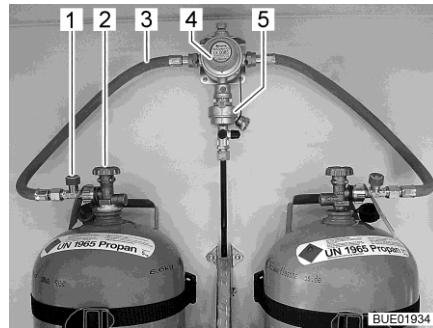
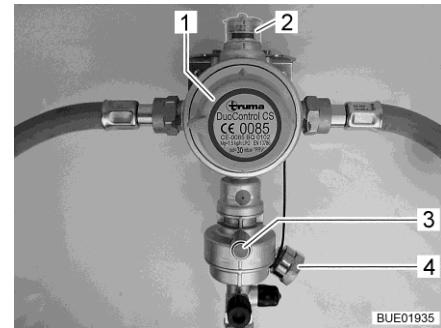
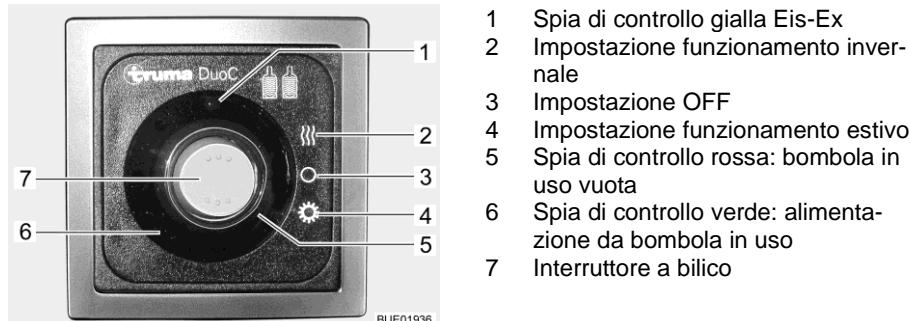

Fig. 94 Bombole del gas con Duo-Control
Fig. 95 Impianto di regolazione Duo-Control
Fig. 96 Centralina di controllo (DuoControl)
L'impianto di regolazione DuoControl consiste in una valvola di commutazione (Fig. 94,4) e un sensore crash (Fig. 94,5). L'impianto di regolazione DuoControl è installato tra i tubi flessibili del gas (Fig. 94,3) con un dispositivo antirottura del tubo flessibile (Fig. 94,1). Con la manopola (Fig. 95,1) sulla valvola di commutazione è possibile stabilire quale delle bombole del gas viene utilizzata come bombola in uso e quale come bombola di riserva. Nella finestra di controllo (Fig. 95,2) viene visualizzato lo stato del rifornimento di gas:
Il funzionamento con una sola bombola del gas è consentito, ma in questi casi il collegamento aperto deve essere assolutamente chiuso con una copertura cieca (Fig. 95,4).
Il sensore crash blocca l'alimentazione del gas in caso di forti vibrazioni (es. incidente). Il sensore crash viene azionato mediante pressione del tasto reset verde (Fig. 95,3).
Il dispositivo antirottura del tubo flessibile (Fig. 94,1) blocca il flusso di gas quando il tubo flessibile collegato si rompe. Il dispositivo antirottura del tubo flessibile deve essere attivato premendo il tasto verde.
Tramite la centralina di controllo (Fig. 96) è possibile attivare e disattivare l'alimentazione del gas tramite l'impianto di regolazione DuoControl. Le valvole principali di arresto (Fig. 94,2) delle bombole del gas e i rubinetti di arresto del gas degli apparecchi devono essere aperti manualmente.
È possibile passare dal funzionamento estivo a quello invernale tramite l'interruttore a bilico (Fig. 96,7) della centralina di controllo.
Le due spie di controllo sulla centralina di controllo indicano il livello di riempimento della bombola in uso. Quando la spia di controllo verde (Fig. 96,6) è accesa, la bombola in uso è sufficientemente piena. Se è accesa la spia di controllo rossa (Fig. 96,5), la bombola in uso è vuota. Il rifornimento di gas avviene poi tramite la bombola di riserva.
- Con la manopola (Fig. 95,1) sulla valvola di commutazione selezionare la bombola del gas, da cui proviene la principale alimentazione del gas (bombola in uso). Girare la manopola fino all'arresto.
- Aprire le valvole principali di arresto (Fig. 94,2) delle bombole del gas.
- Premere il tasto verde del dispositivo antirottura del tubo flessibile (Fig. 94,1). Nella finestra di controllo (Fig. 95,2) viene visualizzato il simbolo verde.
- Sulla centralina di controllo (Fig. 96) attivare l'impianto di regolazione DuoControl. Posizionare l'interruttore a bilico (Fig. 96,7) su funzionamento invernale (Fig. 96,2) oppure su funzionamento estivo (Fig. 96,4). La spia di controllo gialla Eis-Ex (Fig. 96,1) si accende quando si seleziona il funzionamento invernale.
- Portare l'interruttore a bilico (Fig. 96,7) nella posizione OFF (Fig. 96,3). Le spie di controllo si spengono.
- Chiudere le valvole principali di arresto (Fig. 94,2) delle bombole del gas.
Se la spia di controllo verde (Fig. 96,6) si spegne durante il funzionamento e la spia di controllo rossa (Fig. 96,5) si accende, significa che la bombola in uso è vuota e deve essere sostituita. Nella finestra di controllo (Fig. 95,2) viene visualizzato il simbolo rosso. La bombola di riserva continua ad alimentare le utenze a gas.
- Ruotare di mezzo giro la manopola (Fig. 95,1) in direzione della bombola del gas utilizzata. In questo modo questa bombola del gas ora è la bombola in uso, mentre la bombola del gas vuota diventa la bombola di riserva. Il simbolo nella finestra di controllo (Fig. 95,2) passa da rosso a verde.
- Chiudere la valvola principale di arresto (Fig. 94,2) della bombola del gas vuota. Osservare la direzione della freccia.
- Premere il tasto verde del dispositivo antirottura del tubo flessibile (Fig. 94,1).